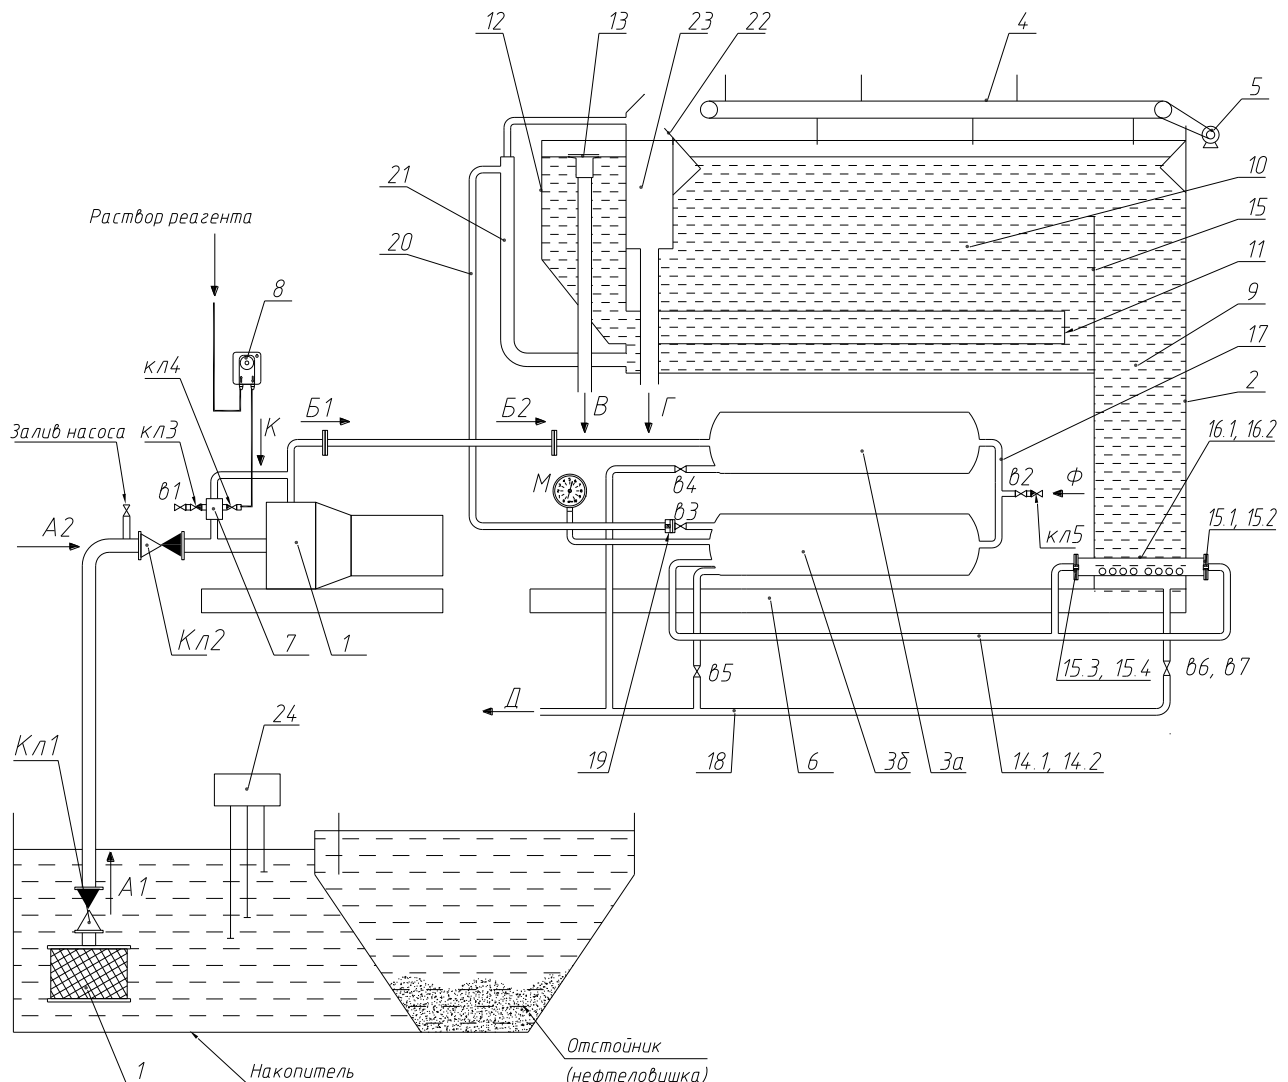

Рис.1. Технологическая схема установки «ФФУ-30»
Описание работы установки «ФФУ-30» (дано в соответствии технологической схеме рис. 1.)
Правильность установки можно проверить при заполнении емкостей водой. Выступающая часть шламового козырька **22** в кармане **23** (поз. по рис. 1) должна быть одинаковой по всей длине.
5.11. В случае использования реагентной обработки стоков произвести подключения насоса-дозатора (насосов-дозаторов) к патрубкам **К** и **Ф** в соответствии с технологической схемой и принятой технологией очистки (рис. 1). Решения по применению реагентной обработки принимаются по результатам технологических исследований.
6.3. Закрыть сливные краны **в4** – **в7** (рис.1). Полностью открыть кран **в3**.